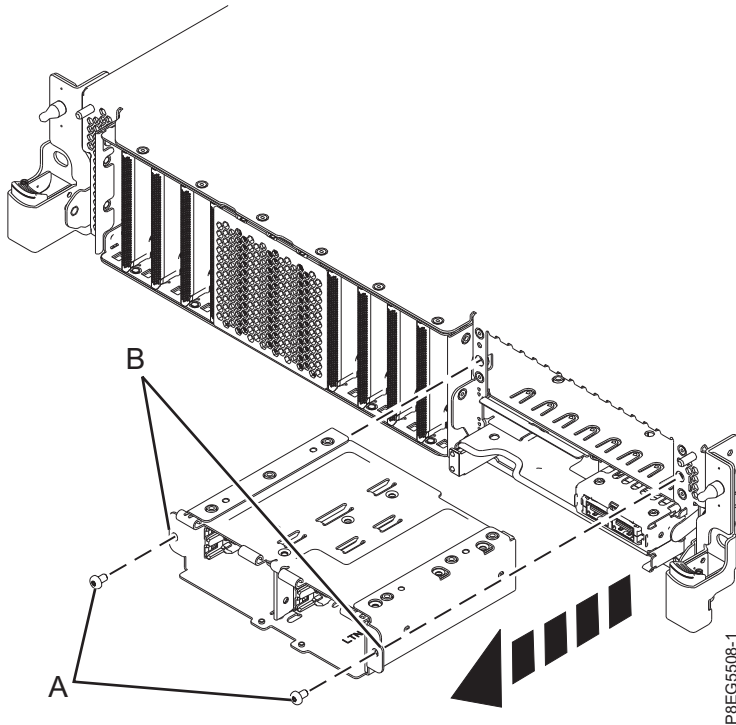

Figure 13. Retrait partiel du boîtier SSD.
15. Retirez les vis -(A) du boîtier SSD. Laissez les unités SSD dans le boîtier. Saisissez les brides de montage B) et faites sortir suffisamment le boîtier SSD pour que les broches situées à l'arrière du boîtier n'interfèrent pas avec le retrait du fond de panier d'unité de disque. Voir figure 13, à la page 16.